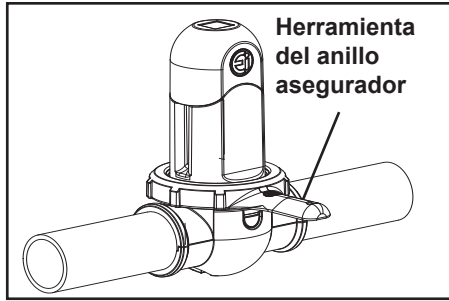

Figura 14. Anillo asegurador
14. Atornille el anillo de seguridad con la abrazadera de rosca usando la herramienta de anillo de seguridad (véase la Figura 14).